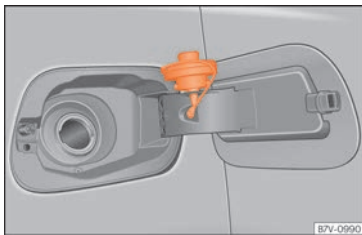

Fig. 281 Tapa del depósito con el tapón enroscado.
- Colóquelo en el espacio que hay en la bisagra de la tapa abierta » » » **fig. 281**.